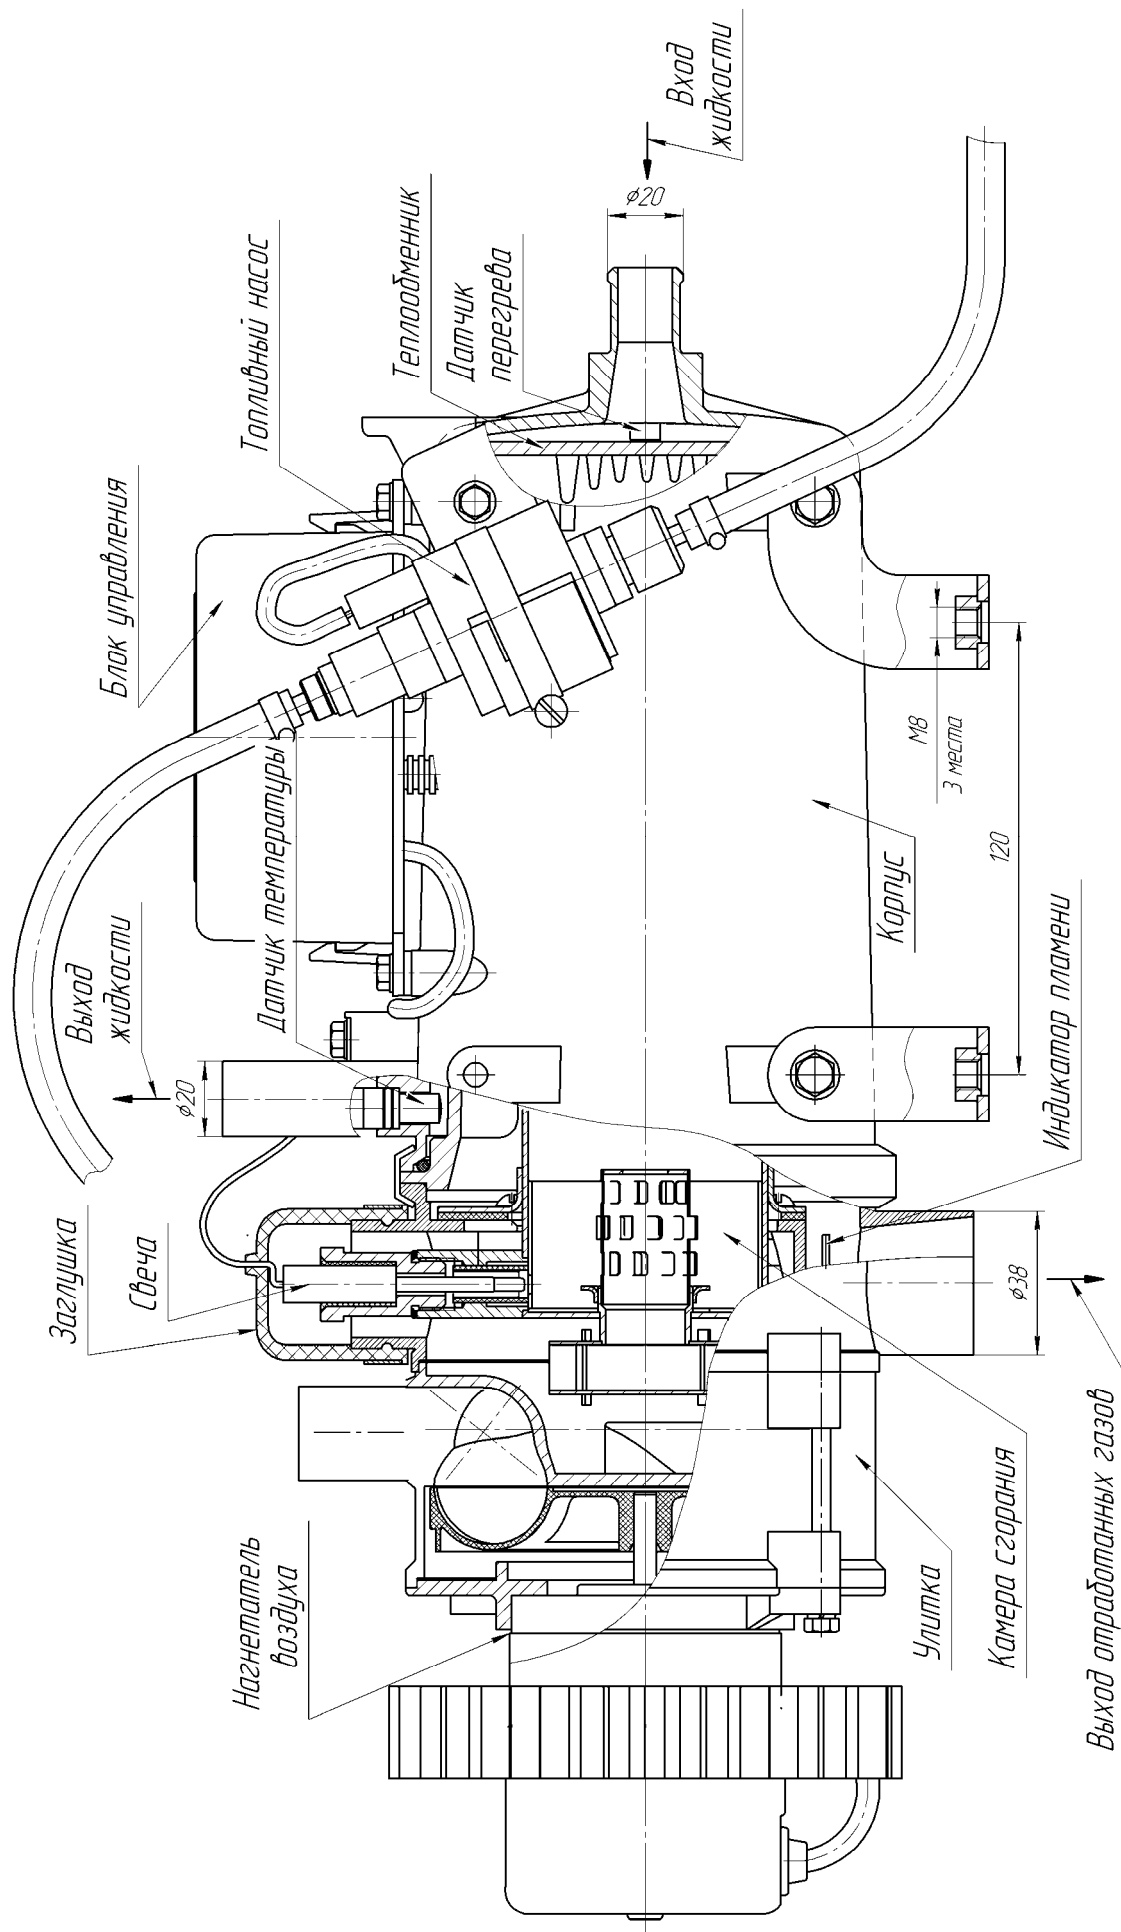

Рис. 3 – Основные узлы и габариты нагревателя
- нагреватель (основные узлы нагревателя показаны на рис.3) с топливным насосом (для подачи топлива в камеру сгорания) и блоком управления (осуществляющим управление внешними устройствами);